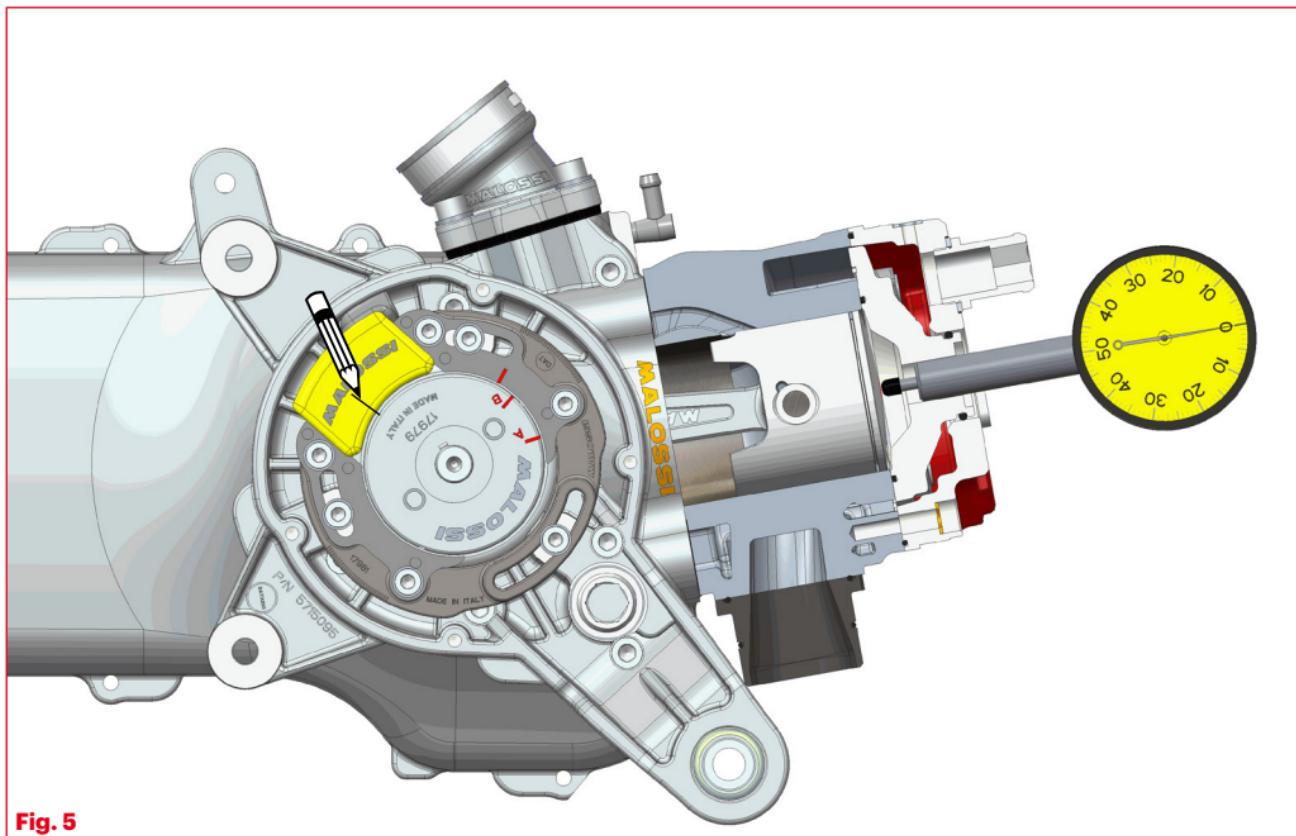

Fig. 5
- Llevar el motor al punto muerto superior y usando un lápiz de punta fina o una punta para señalar, trazar sobre el rotor y el estator una línea **Fig. 5**